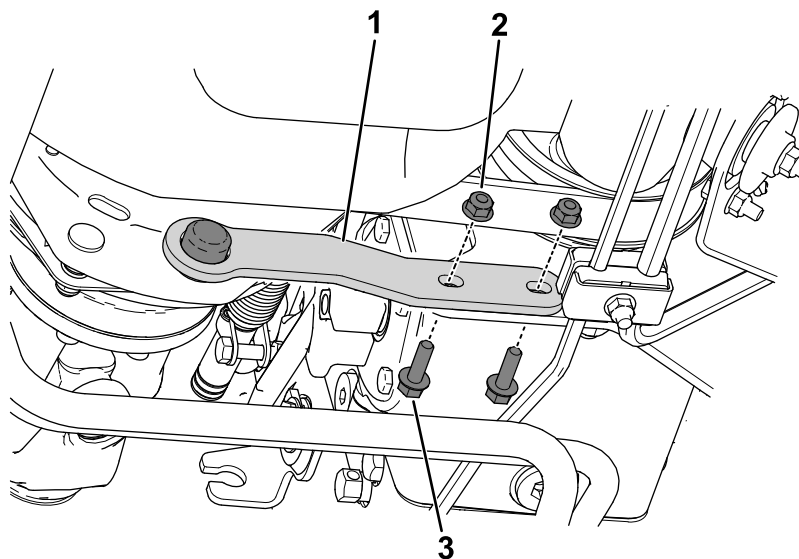

Рисунок 3
2. Установите хомут для включения и выключения кулачковой муфты на бампер (Рисунок 3).
3. Используйте 2 гайки и 2 болта для крепления хомута для включения и выключения кулачковой муфты к крепежному кронштейну насоса (Рисунок 3).